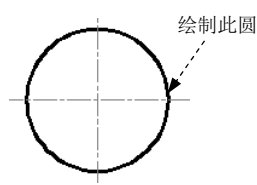

图 17.2.5 绘制第一个圆
Step3. 绘制第一个圆，如图 17.2.5 所示。
(1) 切换图层。在“图层”工具栏中，选择“轮廓线层”图层。
(2) 在命令行中输入字母 C 后按 Enter 键，捕捉水平中心线和垂直中心线的“交点”并单击，在命令行中输入字母 D 后按 Enter 键，输入直径值 60 后按 Enter 键。
(3) 在状态栏中将 **显示/隐藏线宽** 按钮显亮，打开线宽显示模式。